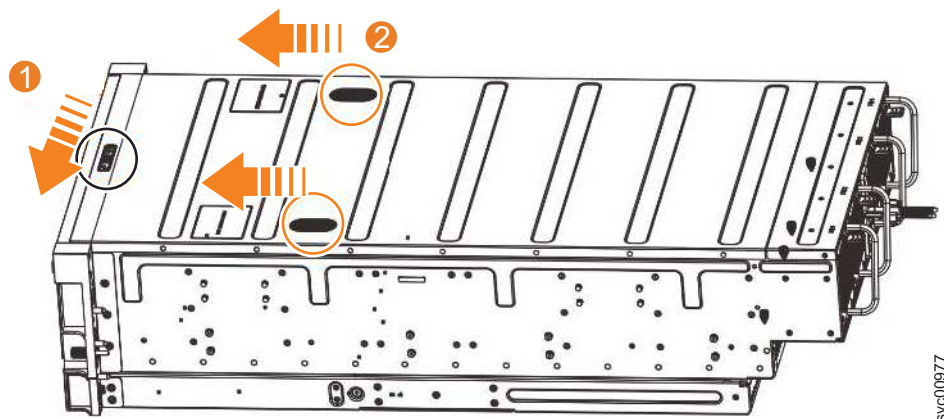

图 52. 松开 2145-92F 外盖
2. 按图 52 中所示方向滑动松开滑锁 (1)。
3. 将外盖朝扩展机柜 (2) 前部滑动，如图 52 中所示。